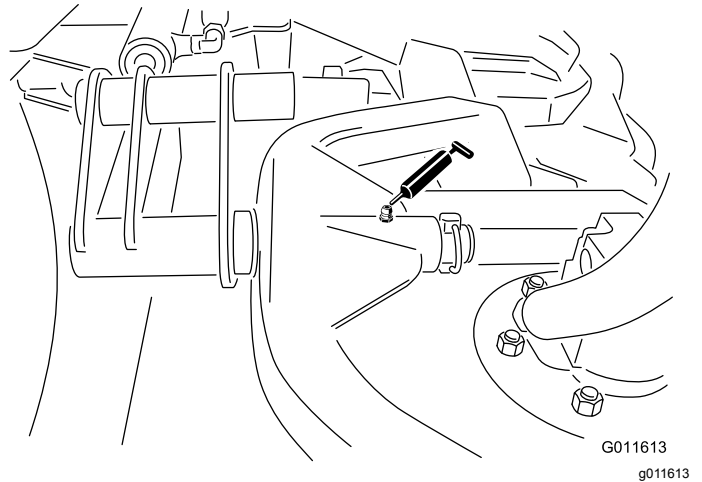

Figura 62
- Perno orientabile del telaio portante degli apparati di taglio (1 ciascuno) - Figura 62